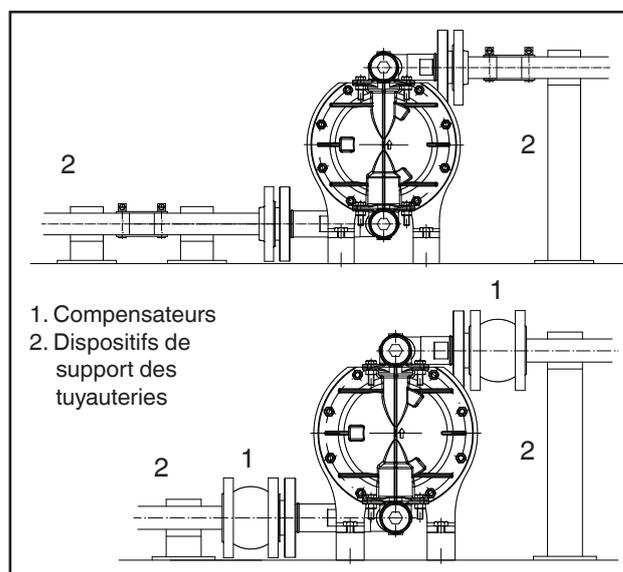

Fig. 3 Exemple d'installation de la pompe à membranes
**Note : Il est recommandé de monter un tuyau flexible de forme stable et résistant à la pression ou un compensateur côté aspiration et refoulement de la pompe (Fig. 3). Cela évite la transmission de pulsations dans la pompe.**